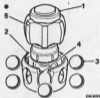

Abb. G.17
5. Kugel aus dem Kugelhülfig abhebeln, dann Hülfig drehen bis seine innere Nabe mit den Rückenflächen des Innenteils ausfluchten und die zwei trennen; siehe Abb. G.17.
10. Arbeit 5 in umgekehrter Reihenfolge vornehmen um Innenteil einzubauen und Kugel in Kugelhülfig einzusetzen, s. Abb. G.17.